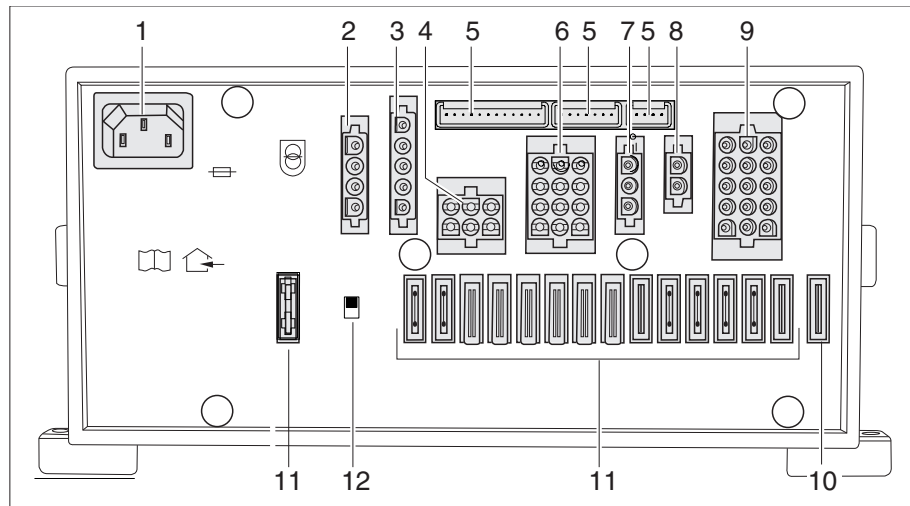

Fig. 244 Bloque eléctrico (EBL 111)
- ▷ El separador de batería (Fig. 244,12) desconecta todos los consumidores que están conectados al bloque eléctrico, de la fuente de alimentación 12 V.